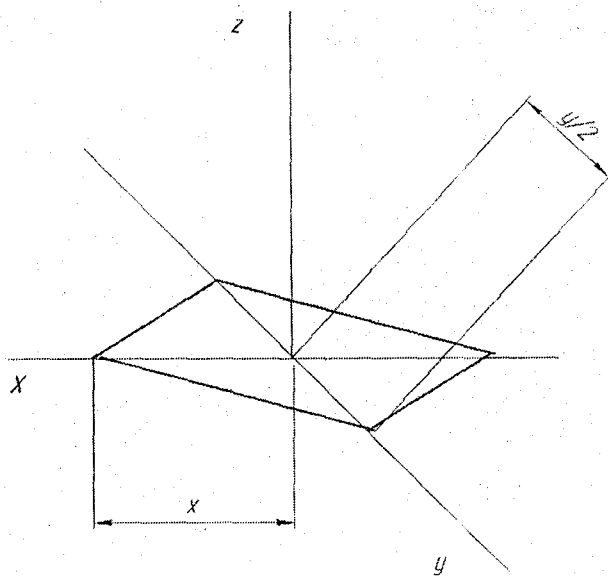

Рисунок 7
2) Будуємо основу піраміди (рисунок 7)